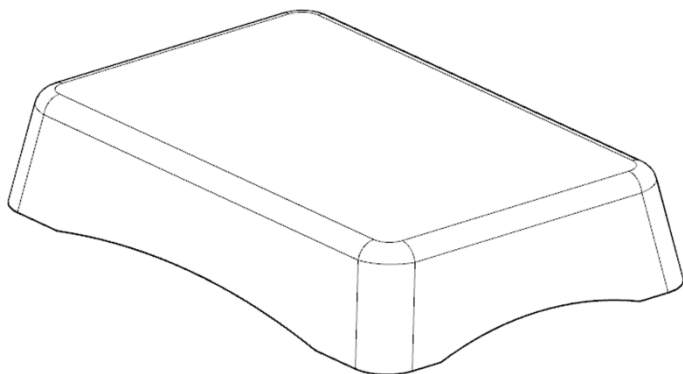

图 5-1 产品结构
(1) 启动 NX 10.0, 打开 fanggai.prt, 产品结构如图 5-1 所示。